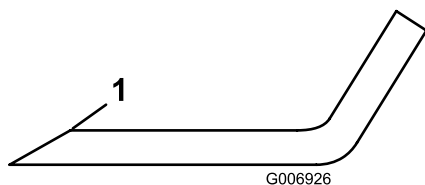

Figura 66
5. Inspeção as extremidades de corte de todas as lâminas. Afie as extremidades de corte se estas apresentarem sinais de desgaste ou ranhuras. Afie apenas a zona superior da parte cortante e mantenha o ângulo de corte original para garantir que está afiada (Figura 66).
6. Se apresentar sinais de desgaste ou ranhuras, afie apenas a zona superior da parte cortante enquanto mantém o ângulo de corte original (Figura 66).